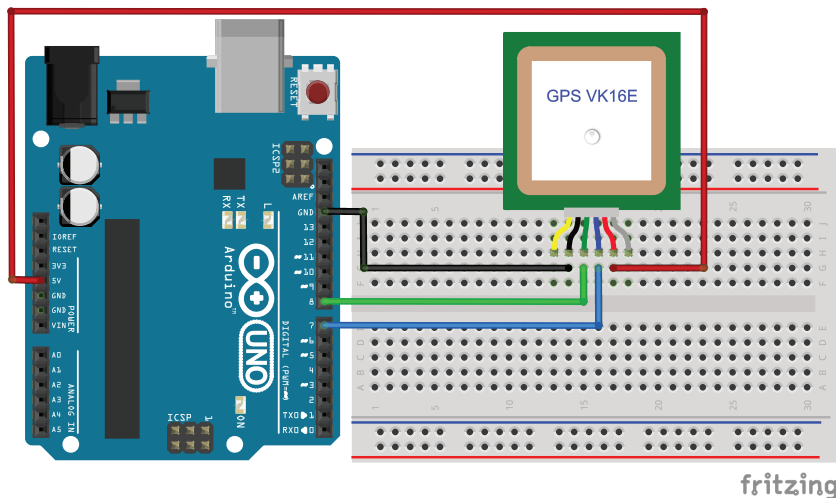

Рис. 33.3. Схема подключения GPS-приемника к Arduino
Теперь подключим GPS-приемник к плате Arduino и будем выводить данные о местоположении – географические широту и долготу в монитор последовательного порта Arduino. Схема подключения показана на рис. 33.3.
1. Собираем схему, согласно рис. 33.3.